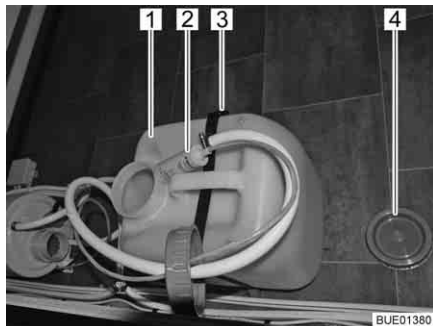

Fig. 179 Réservoir d'eau 16 l
Fermer le réservoir d'eau pendant le transport, à l'aide du couvercle de fermeture (Fig. 179,4).
- Retirer la pompe à eau (Fig. 179,2) du réservoir d'eau (Fig. 179,1).
- Desserrer la courroie de maintien (Fig. 179,3).